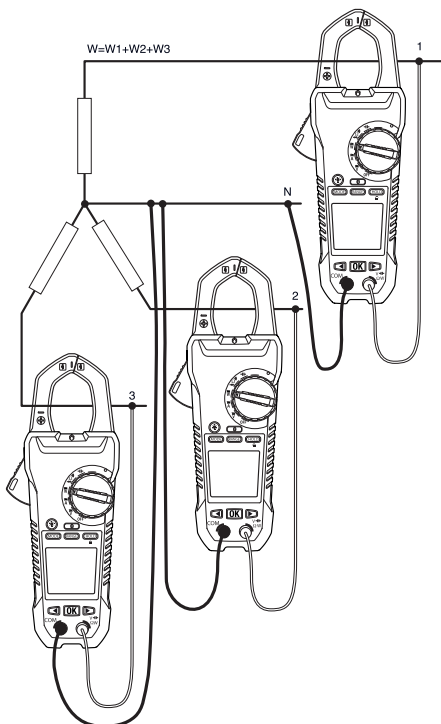

Figure 5.5 Mesures en réseau triphasé à 4 fils
La mesure de la puissance d'un réseau configuré en triphasé à 4 branches (montage en étoile) s'effectue en 3 étapes, selon la Figure 5.5. La puissance totale est la somme des 3 mesures : $W = W_1 + W_2 + W_3$
3. Faites 3 mesures de puissance active, selon la Figure 5.5.